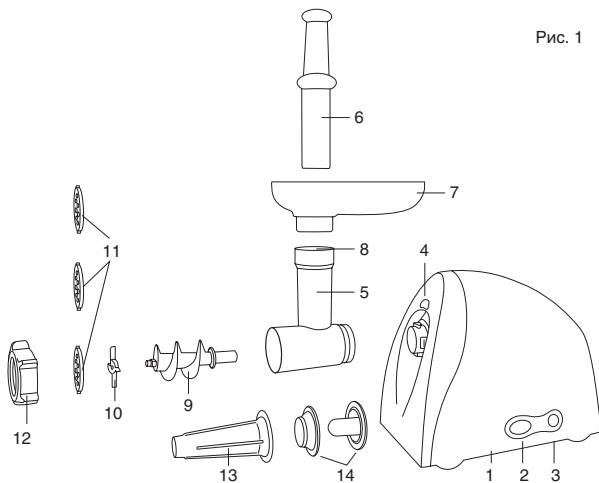

Рис. 1
- Комплект мясорубки (в соответствии с рис. 1) – 1 шт.